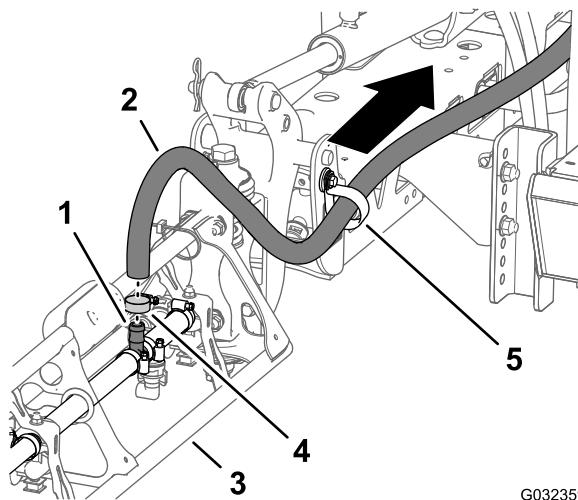

Рисунок 37
2. Снимите шланг с тройника (Рисунок 37).
3. Снимите свободный конец шланга с R-образного хомута (Рисунок 37).